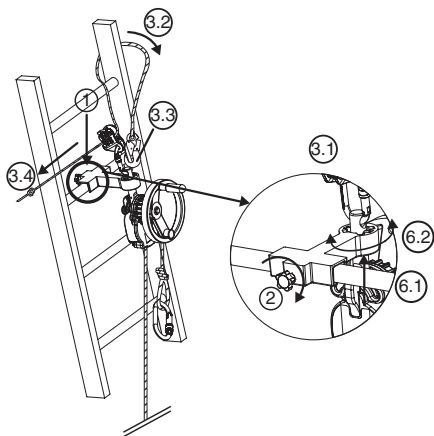

Рис. 7
6.3.3. Устройство derope™ UP K (рис. 7)
1. Установите маленький опорный кронштейн на поперечину лестницы в положение, требуемое для проведения спасательной операции, над эвакуируемым лицом (рис. 7, 1).
2. Зафиксируйте блокирующий штырь, находящийся позади опорного кронштейна, с помощью завинчивающейся головки (рис. 7, 2).
отверстие в верхней части крепежного штыря (рис. 7, 3.1).
- Оберните страховочный строп вокруг поперечины, находящейся над кронштейном, обойдя одну из стоек лестницы (рис. 7, 3.2).
- Присоедините карабин страховочного стропа к карабину приспособления для регулировки длины стропа LCM 05 (рис. 7, 3.3).
- Натяните страховочный канат, потянув за свободную ветвь (рис. 7, 3.4).
6. Установите устройство derope™ в нужное положение, меняя положение крепежного штыря в делительном устройстве (рис. 7, 6.1–6.2).